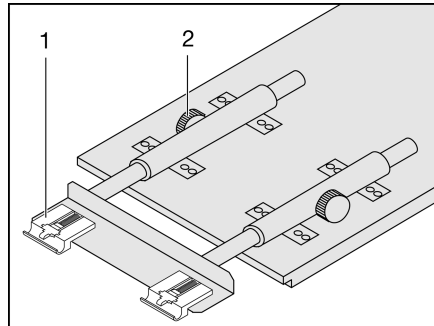

Fig. 88 Agrandir la table suspendue
- Desserrer les vis moletées (Fig. 88,2).
- Soulever légèrement le plateau de table à l'avant et l'extraire jusqu'à la butée. La rallonge de table (Fig. 88,1) est complètement sortie.
- Soulever légèrement le plateau de table à l'avant et le repousser jusqu'à la butée. La rallonge de table (Fig. 88,1) est complètement rentrée.